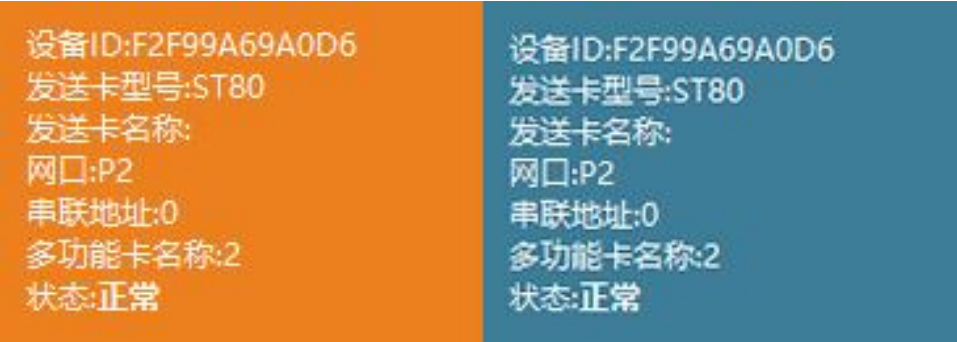

图 7-2-2 多功能卡信息显示图
(2) 添加多功能卡信息显示如下：橙色为选中颜色，蓝色为未选中颜色，如图 7-2-2 所示。